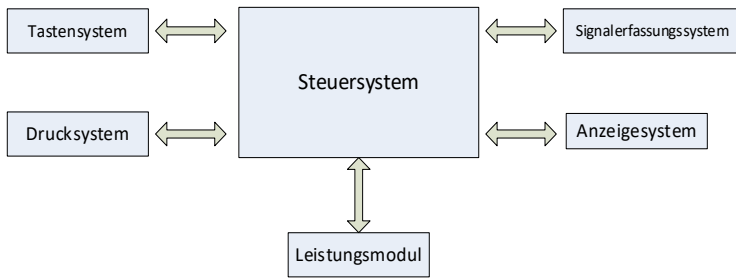

Abbildung 4-2 Blockdiagramm der Steuereinheit
(2) Das Funktionsblockdiagramm ist in Abbildung 4-2 dargestellt.